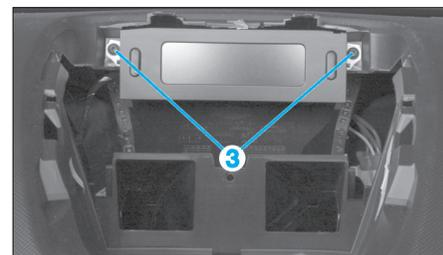

Fig. 12
- Déposer les vis Torx de 20 (3) de l'afficheur central (Fig.12).